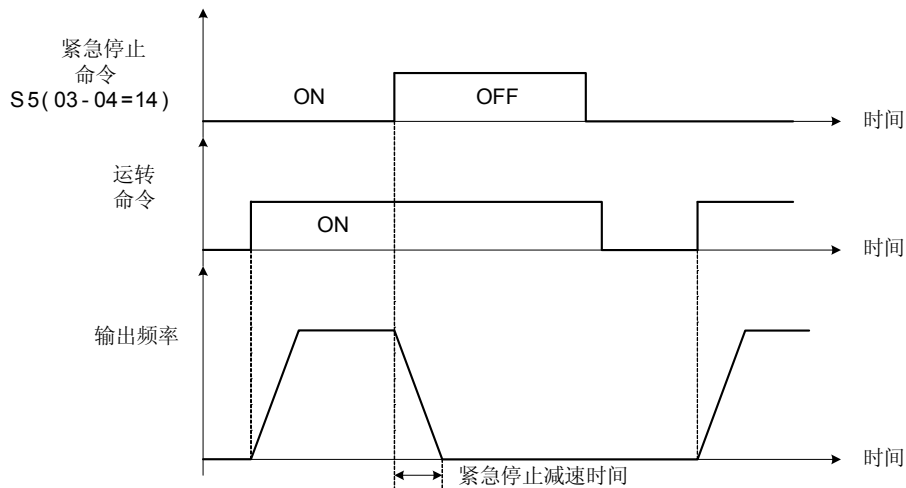

图 4.3.9 紧急停止运转范例
- 在紧急停止指令被输入后, 在变频器停止前, 无法被重新启动。若需取消紧急停止, 请关闭运转指令及紧急停止指令。请参考下图 4.3.9。